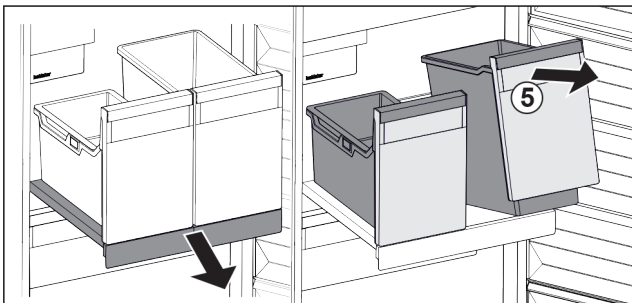

Fig. 100
- ▶ Приподнимите контейнеры Fig. 100 (5) спереди.